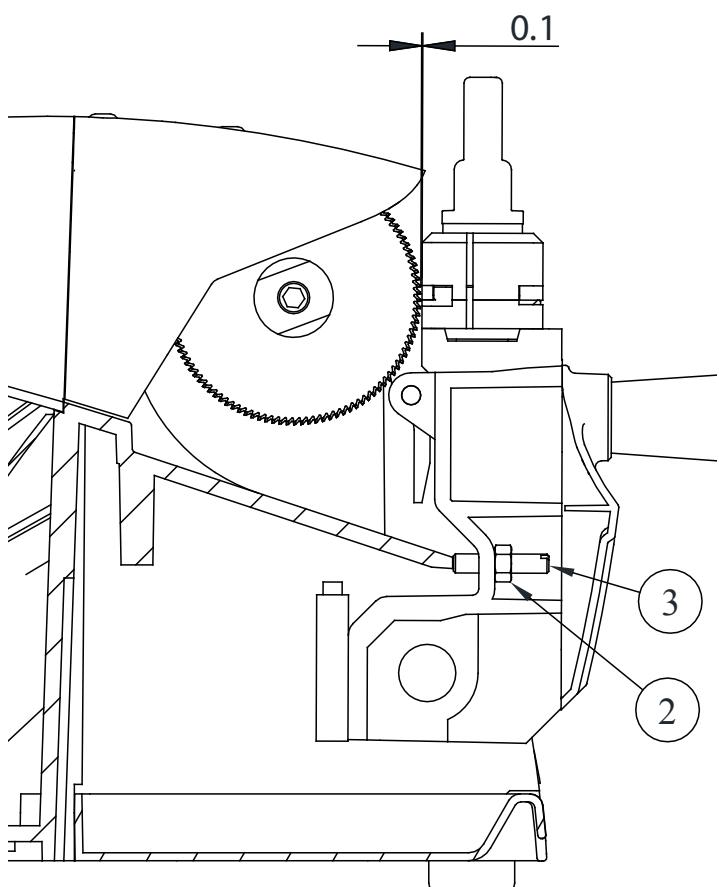

Figure 14 / Figura 14 / Abbildung 14
- 2) À l'aide d'une clé plate de 10 mm, desserrez l'écrou de blocage (2).
- 3) À l'aide d'un tournevis plat, réglez la vis sans tête (3) jusqu'à ce que la distance soit de 0,1 mm.
- 4) Resserrez l'écrou (2) pour bloquer la vis sans tête (3).
- Voir la figure 14